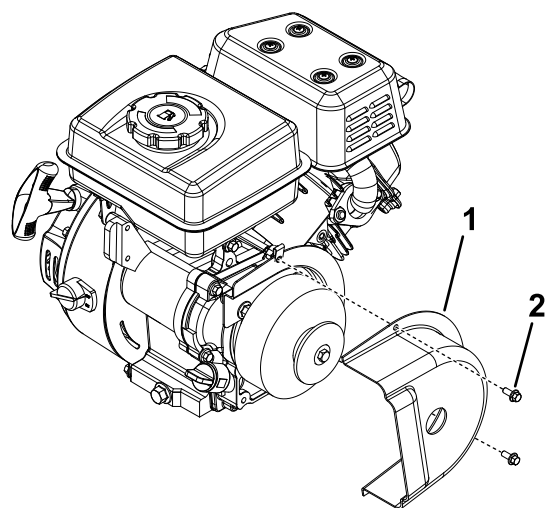

Figura 5
6. Instale la cubierta del motor como se muestra en la Figura 5.